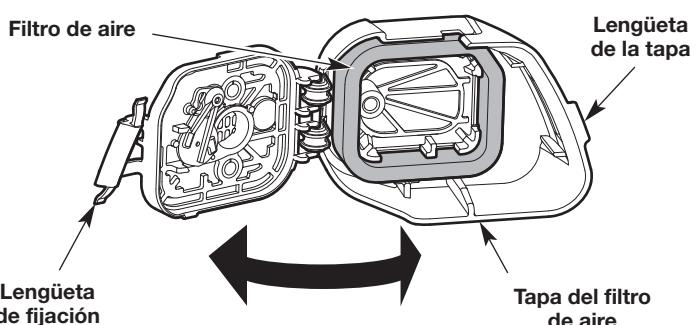

Fig. 17
1. Abra la cubierta del filtro de aire: Enganche sus dedos detrás de la lengüeta de la tapa. Para desatascar la tapa del filtro de aire, jale hacia la izquierda y lejos del motor. Es posible que deba jalar firmemente. Gire la cubierta del filtro de aire hacia la derecha (Fig. 17).
2. Extraiga el filtro de aire del interior de la cubierta del filtro de aire (Fig. 17).
6. Reinstale el filtro de aire dentro de la cubierta del filtro de aire (Fig. 17).
7. Cierre la cubierta del filtro de aire: Gire la cubierta del filtro de aire hacia la izquierda y oprímala para cerrarla hasta que la lengüeta de fijación entra a presión en su lugar (Fig. 17).